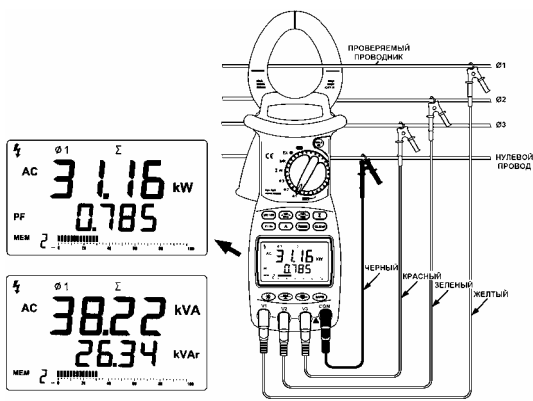

Рисунок 12. Измерение мощности для первой фазы
2. Сначала установите поворотный переключатель в положение "Ø1" (для измерения первой фазы); обхватите клещами проводник первой фазы проверяемой трехфазной цепи, нажмите кнопку  для измерения активной мощности ("kW") и коэффициента активной мощности ("PF"). Измеренные значения появятся на ЖК-дисплее, после чего нажмите кнопку  для суммирования параметров мощности этой фазы; нажмите кнопку  для измерения полной мощности и реактивной мощности, после отображения результата на ЖК-дисплее нажмите кнопку  для суммирования параметров мощности этой фазы. На этом завершается процедура измерения параметров мощности для первой фазы. При необходимости для сохранения результата можно нажать кнопку  (см. рис.12).